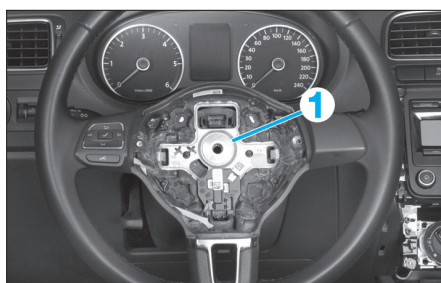

FIG. 1
- la vis de fixation (1) du volant, puis le déposer (Fig.1).